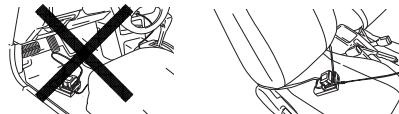

Fig. 15
- Fixați încărcătorul acumulatorului în automobil. Folosiți centura furnizată cu încărcătorul pentru a-l fixa și pentru a preveni orice mișcare accidentală. (Vedeți Fig. 15)